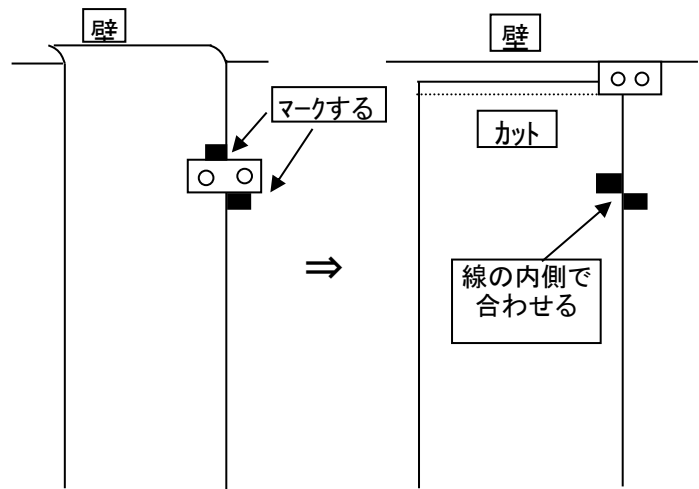

図4
2. スライド線に沿って、シートを引き下げ、壁や下地につけた印に、シートの印を合わせる。合わせる位置は一直線ではないことに注意する。(図4)